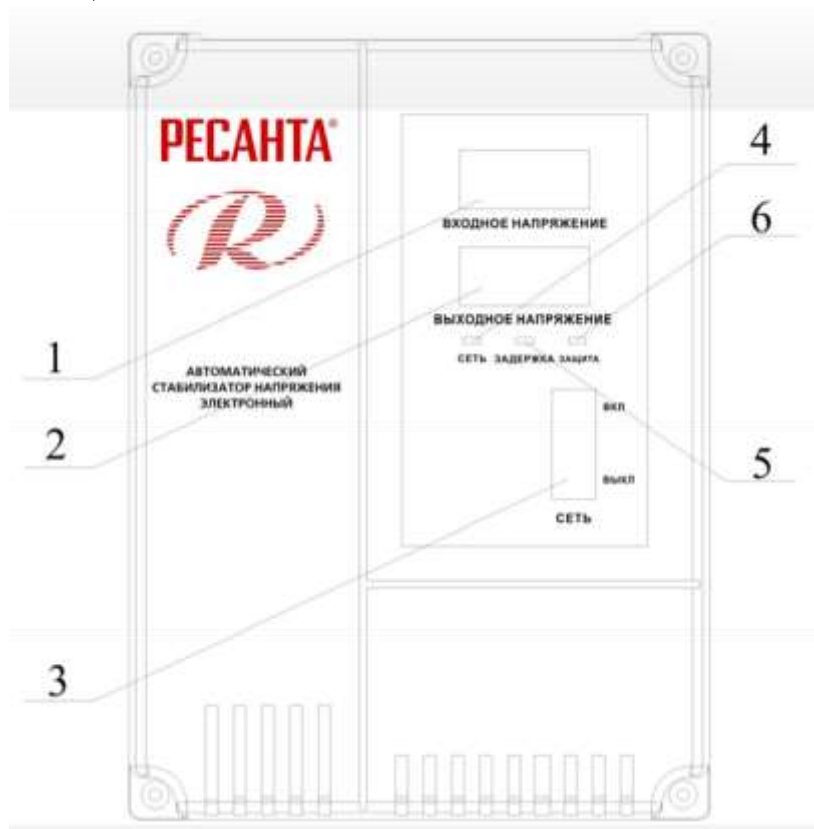

РИС. 2
- Убедиться в том, что выключатель (рис. 2, поз. 3) находится в положении «выкл»;
- Перевести выключатель (рис. 2, поз. 3) в положение «вкл» на 10 секунд;
- Дисплей (рис. 2, поз. 2) должен показывать 220 В при работе стабилизатора в штатном режиме;
- Перевести выключатель (рис. 2, поз. 3) в положение «выкл».
- Установить выключатель (рис. 2, поз. 3) в положение «вкл».
1. Не горит индикатор «сеть»	1. Стабилизатор не подключен к сети. 2. Проверить, включен ли выключатель (рис. 2, поз. 3).